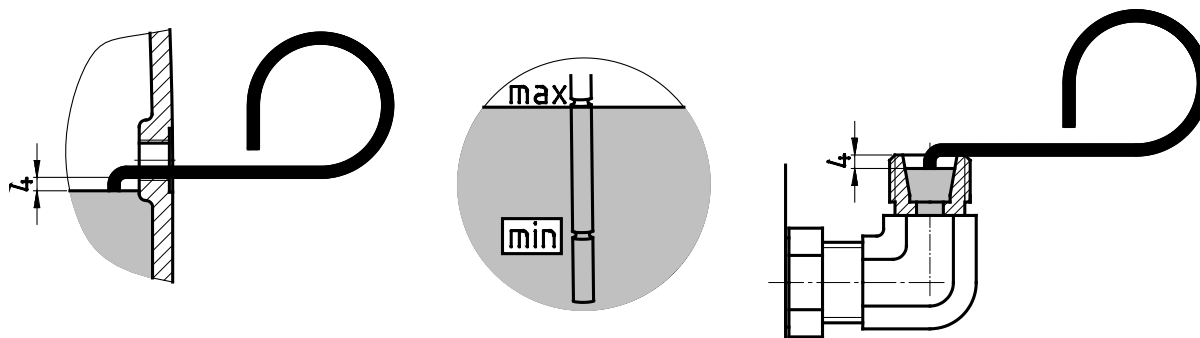

Figura 21: Comprobar el nivel de aceite con la varilla de nivel.
- Para verificar el nivel de aceite, los reductores coaxiales estándar con el modo de construcción M4 (V1 y V5) incorporan el codo mostrado Figura 21 (imagen derecha), el cual debe estar en posición vertical hacia arriba. Antes de verificar el nivel de aceite es necesario desatornillar el tapón válvula.
- Comprobar el nivel de aceite en el reductor con la varilla de nivel de aceite adjunta (n.º de pieza: 283 0050) tal y como se indica en Figura 21 (imagen izquierda y derecha). Para ello hay que mantener en posición vertical la parte de la varilla de nivel que se sumerge en el aceite.
- El nivel de aceite debe comprobarse con ayuda del tapón roscado con varilla de nivel (rosca G1¼) en el depósito de nivel de aceite. El nivel del aceite debe aparecer entre la marca inferior y la superior con la varilla de sonda totalmente enroscada véase Figura 21 (imagen central). Estos reductores solo pueden funcionar en la posición de montaje indicada en el capítulo 7.1 "Modos de construcción y mantenimiento".